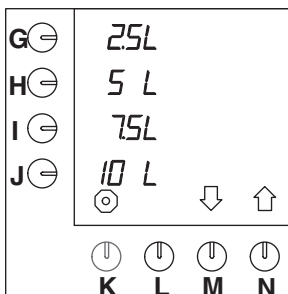

Fig. 33 Standard taster for forhåndsvalg
Maskinen er innstilt med enheten L (= liter) som standard. Denne måleenheten kan endres. (Denne måleenheten vises som standard på displayet ved de tilhørende tastene (fig.33)).
- Trykk på valgtasten (N.)↑ inntil fig.33 vises på displayet.